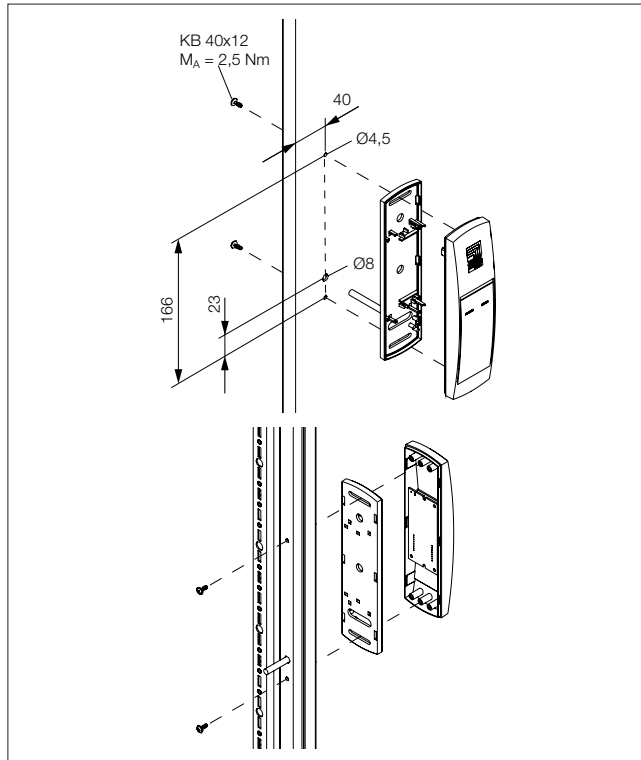

Abb. 2: Montage Stahlblechtür VX und VX IT
- Sehen Sie die Bohrungen an der gewünschten Stelle am Rahmen der Stahlblechtür mit dem entsprechenden Maß vor (Abb. 2).